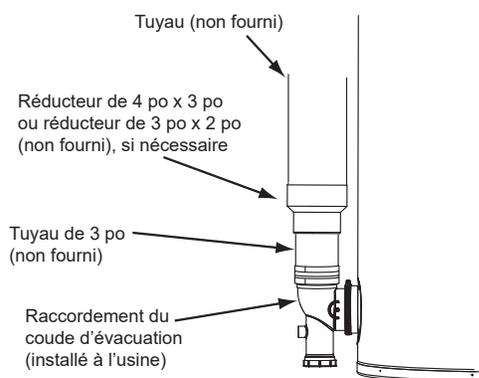

Figure 17. Raccordement d'évacuation (gaz de combustion)
tuyau de 3 po au niveau du coude d'évacuation sur le chauffe-eau comme illustré à la *Figure 17* (page 23). Le tuyau de 3 po installé sur place entre le coude d'évacuation et le raccord de réduction doit être de 45 cm (18 po) de long au maximum.
- Pour installer un tuyau de 2 ou 4 po, poser un adaptateur pour tuyau de 3 po au niveau du coude d'évacuation sur le chauffe-eau comme illustré à la **Figure 17** (page 23). Le tuyau de 3 po installé sur place entre le coude d'évacuation et le raccord de réduction doit être de 45 cm (18 po) de long au maximum.